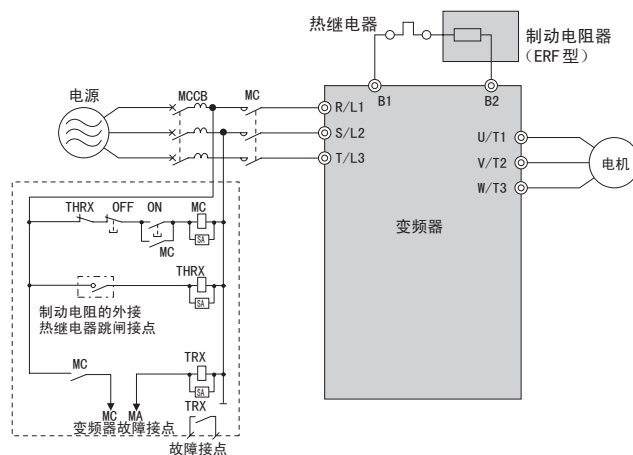

图 3.31 制动电阻器的连接
5. 对制动电阻器和变频器的端子进行接线。请参照图 3.31 和表 3.16，将制动电阻器连接在变频器上。